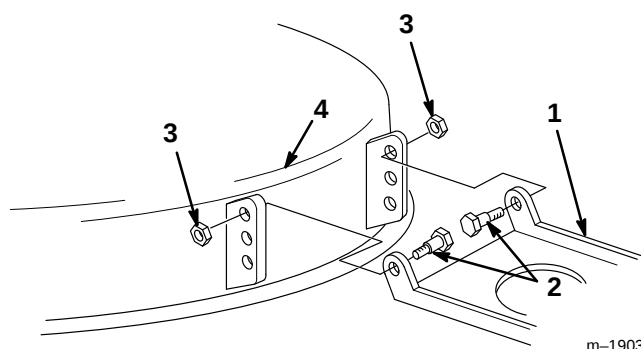

Abbildung 51
11. Wenn die Neigungseinstellung von 6,350 mm bis 16 mm (1/4" bis 5/8") durch Drehen der Neigungseinstellmutter nicht erreicht werden kann, den Mähwerkschwenkbügel verstellen (Abb. 51).
12. Die Ansatzschrauben und Sicherungsmuttern vom Mähwerk entfernen (Abb. 51).
13. Den Mähwerkschwenkbügel ein Loch tiefer stellen und die Ansatzschrauben und Sicherungsmuttern wieder anbringen (Abb. 51).